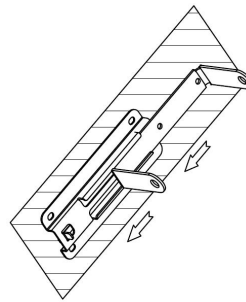

Fig.3
5. Glissez l'enrouleur sur le support de montage, puis fixez-le avec une vis 1\*6\*10mm. Voir Fig.3